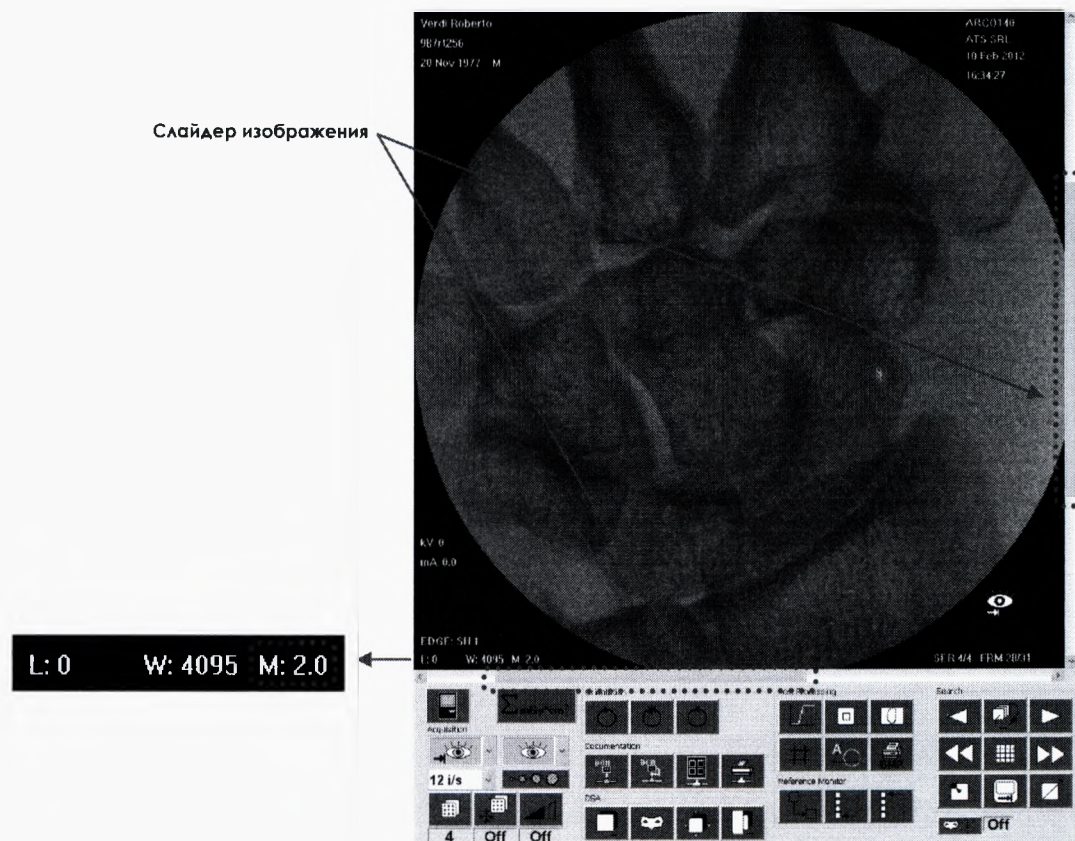

Рисунок 109
9.5.13.3.3 Функция работает в центре изображения. Для просмотра других областей – вне монитора – используйте бегунки снизу и сбоку (см. рисунок 109).